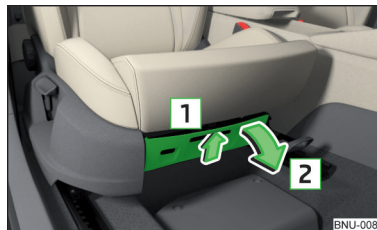

Fig. 110
- ▶ Pentru **deschidere**, apăsați mânerul în sensul săgeții și deschideți compartimentul în sensul săgeții » fig. 110.